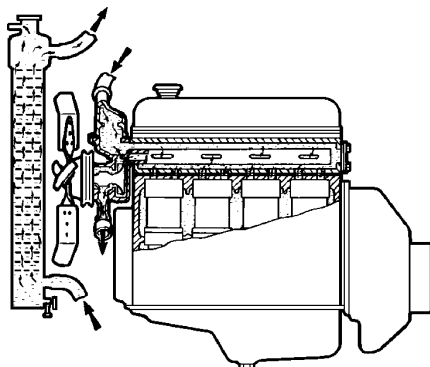

Рис. 4.35. Промывка системы охлаждения
Направление струи (рис. 4.35) должно быть обратным направлению движения воды при нормальной работе системы охлаждения.
3. Промыть радиатор (рис. 4.35) струей горячей воды в направлении, обратном циркуляции воды в двигателе в течение 30-40 минут под напором 48 кПа ($0,5\text{ кгс/см}^2$).